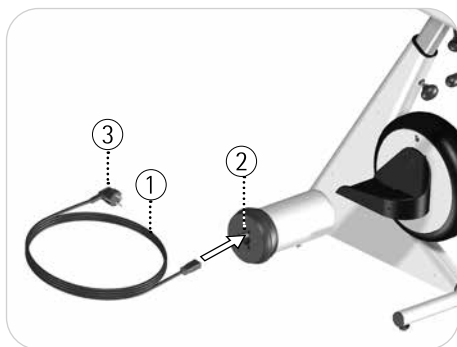

Bild 4.7
se bild 4.7 Anslut först nätanslutningsledningen ① till kallmaskinkontakten ② i MOTomed:s hjulnav. Beakta att anslutningen sitter fast. Stoppa därtill in ③ nätanslutningsledningens ① nätkontakt i ett nätuttag i dina lokaler.